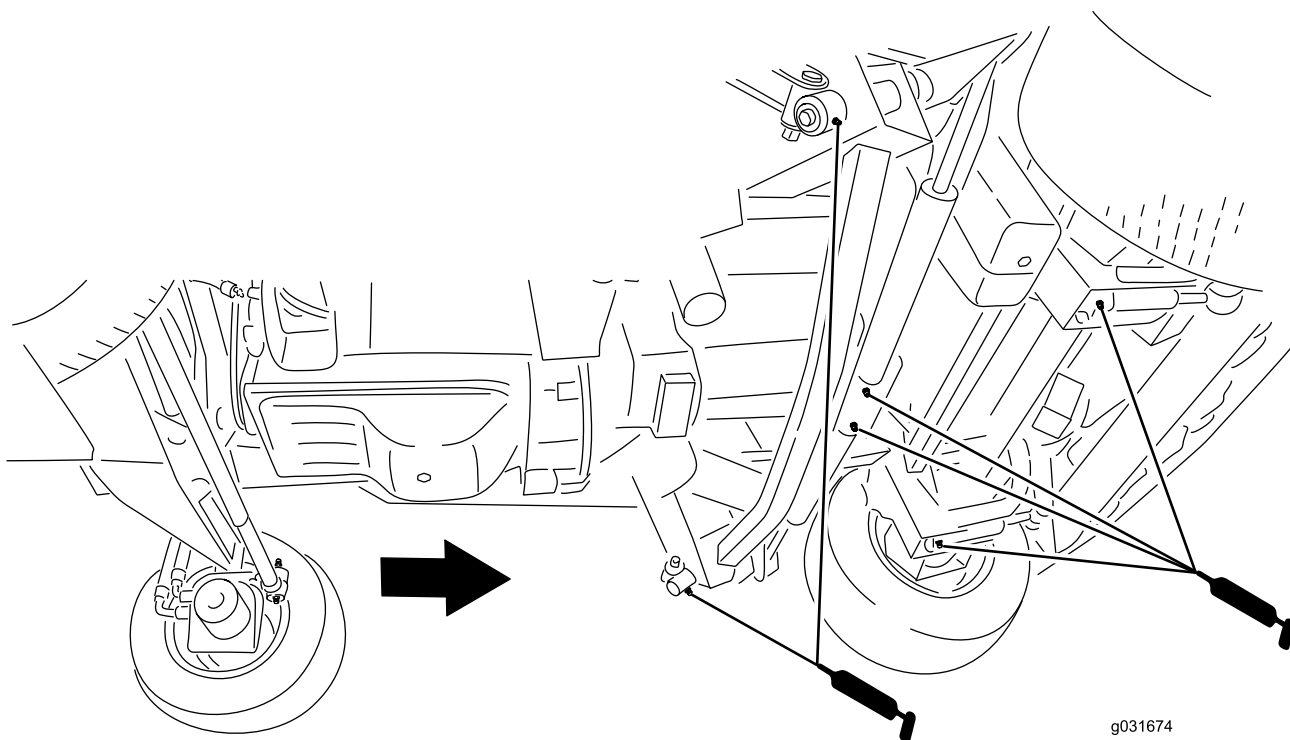

Figura 69
- 2 bracci di impatto (Figura 69)
- 2 perni di articolazione del cilindro di sollevamento del piatto anteriore (Figura 69)
- 2 perni di articolazione del cilindro di sollevamento dei piatti laterali (Figura 69)